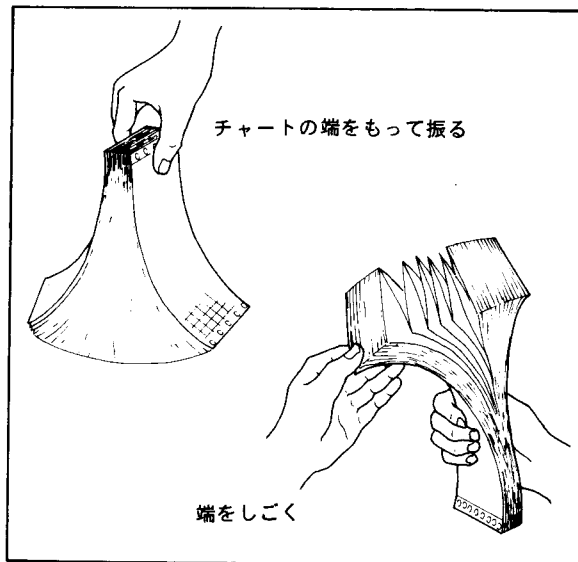

図11-2 記録紙のさばき方
(1) 記録紙は挿入前に良くさばいておきます(図11-2)。